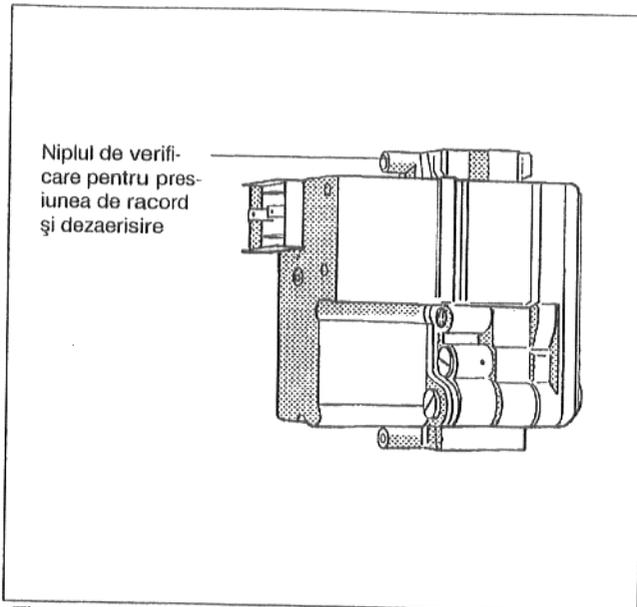
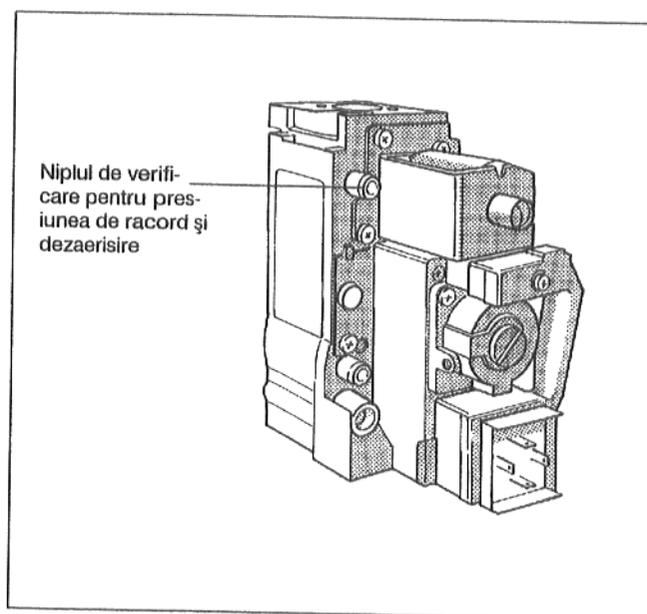

Fig. 19: Armătura arzătorului cu gaz "BM" 762-012
Fig. 20 Armătura arzătorului cu gaz "Honeywell" VR 4601
- Desfaceți ușor șuruburile de încheiere de la niplul de verificare pentru presiunea de racord de la armătura arzătorului de gaz (Fig. 19 respectiv Fig. 20), numai două rotații.
**Gaz metan E de (H):**
**Gaz metan LL (L):**